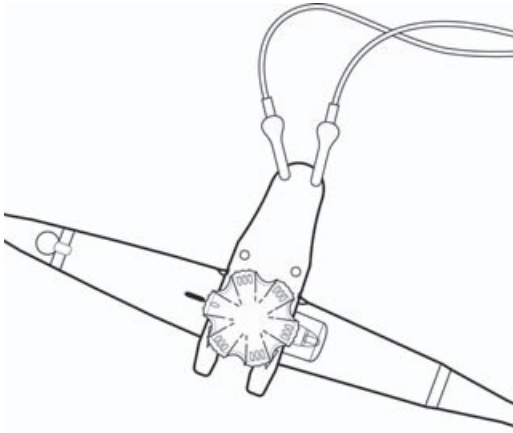

Figura 7 Ligação da ferramenta de teste de perfuração
- b Conecte os fios condutores vermelhos à ferramenta de teste de perfuração conforme mostrado na **Figura 7**.